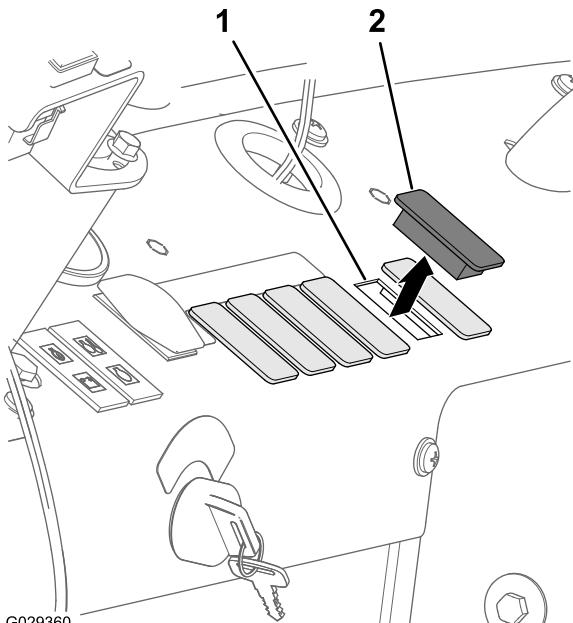
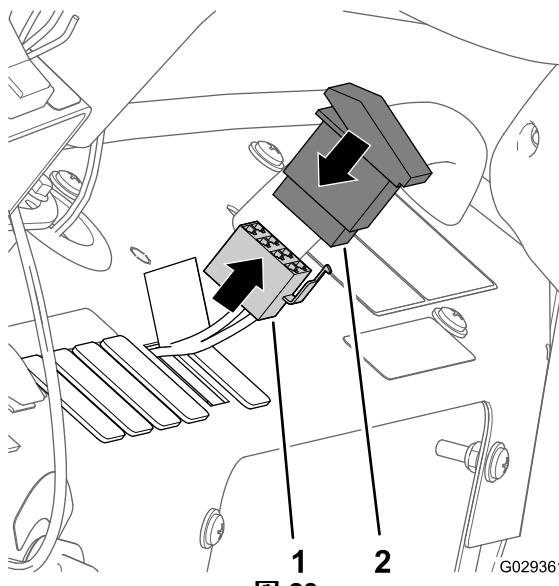

図 27
図 28
1. ダッシュボードの右から5番目の打ち抜きプラグを打ち抜いて外す 図 27。
2. ダッシュパネルの開口部に8口コネクタを通して、2ポジション・ロックースイッチの裏側にあるピン(図 28)に接続する(コンプレッサON/OFFスイッチ)。
3. ダッシュパネルにスイッチを組み込む。パネルの開口部にスイッチがパチンとはまるまで完全に押し込むこと(図 27と図 28)。